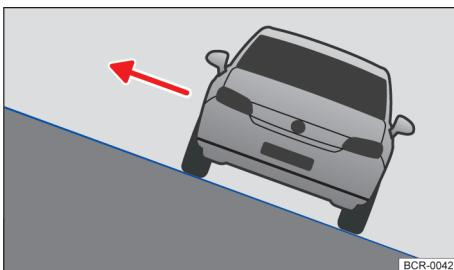

Fig. 143 Representação esquemática: desembarcar do lado do veículo voltado para cima da ladeira.
- Se o veículo parar com uma grande inclinação lateral na ladeira, uma pessoa jamais deve desembocar do veículo pelas portas que estão voltadas ladeira abaixo. Isso pode ocasionar um deslocamento lateral do centro de gravidade total. O veículo pode tombar ou capotar e rolar ladeira abaixo. Para evitar isso, abandonar o veículo somente pelo lado, cuidadosamente, que indica ladeira acima → Fig. 143.